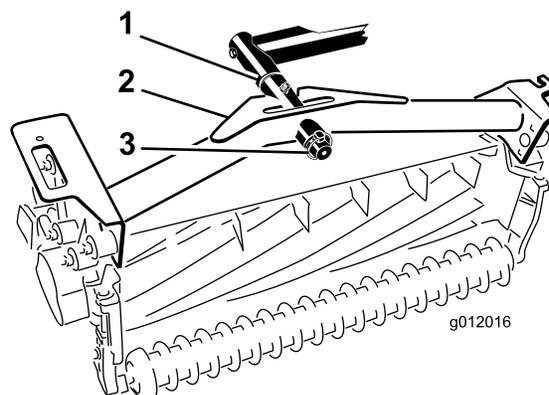

Рисунок 21
2. Наденьте несущую раму режущего блока на ось поворота и закрепите ее с помощью шплинта (**Рисунок 21**).